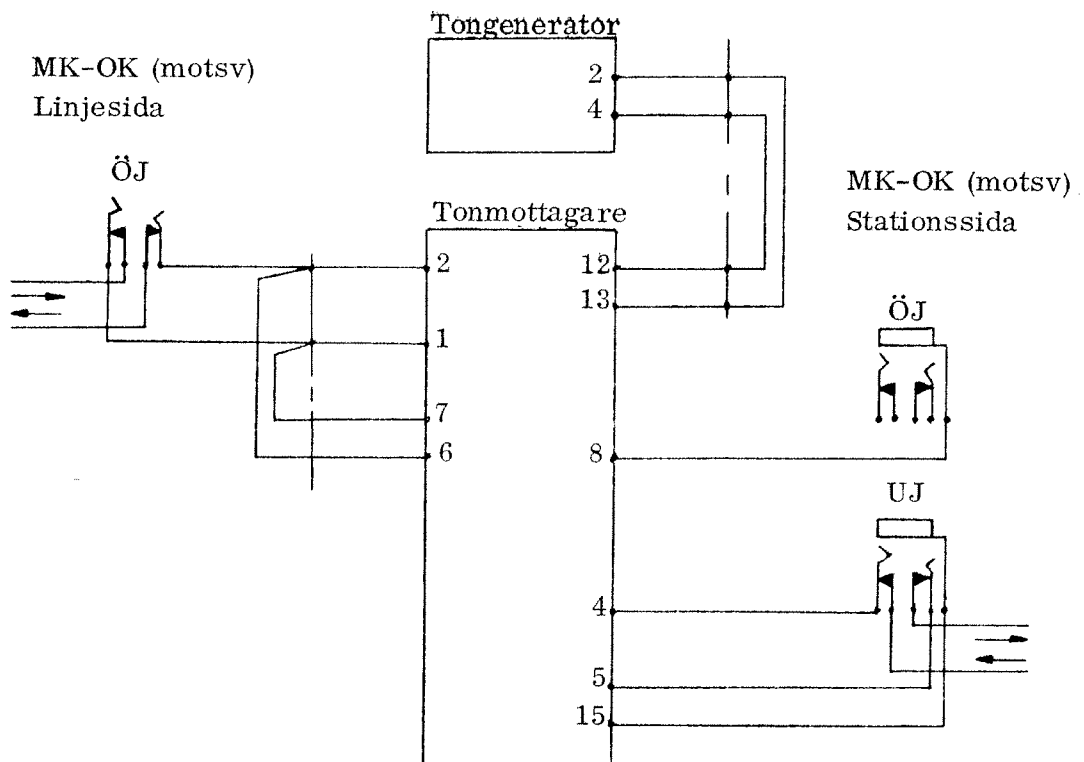

Bild 3
3.1.3.1 Se punkt 3.1.2.1 och bild 3.